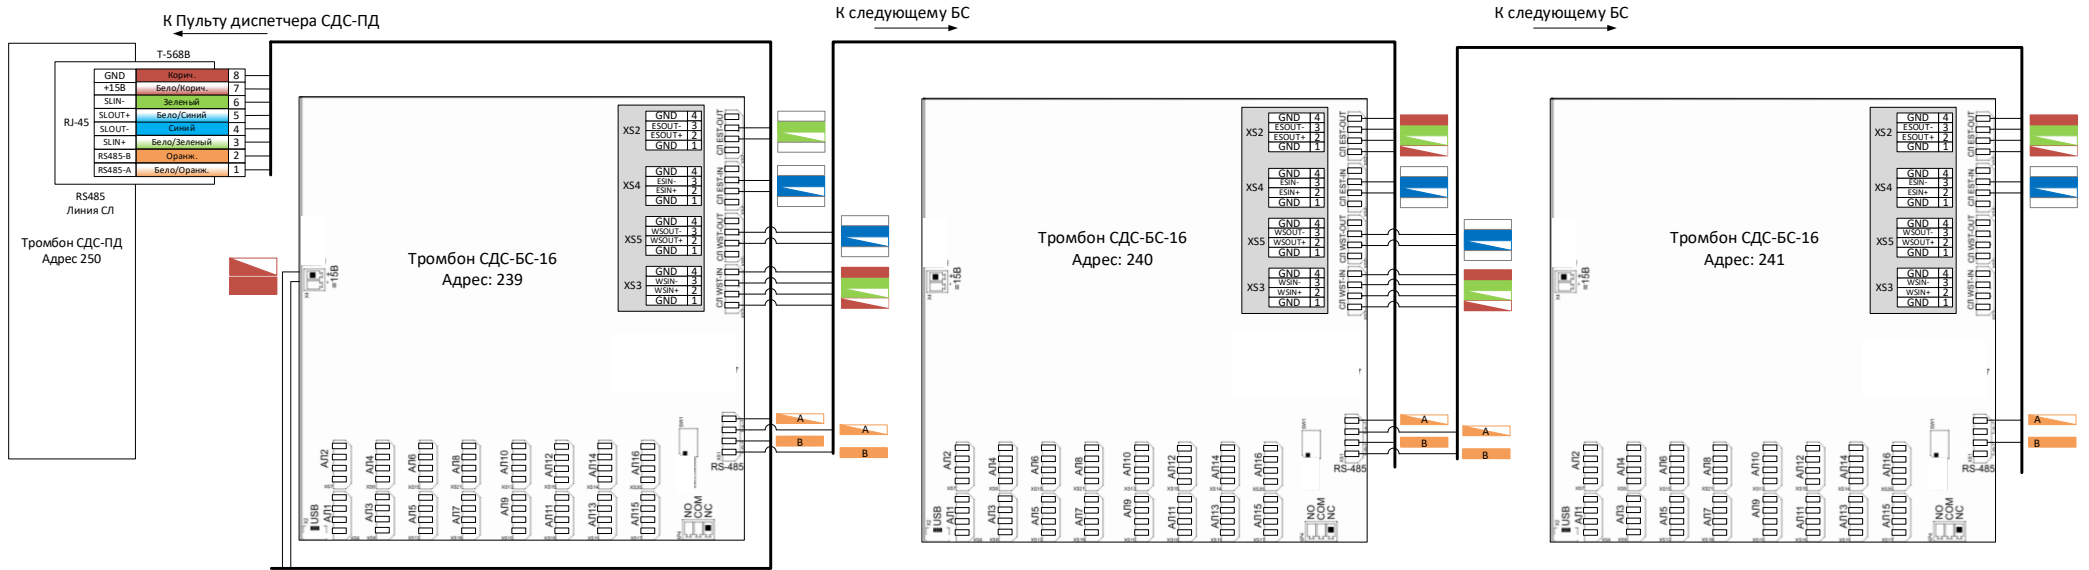

Рис. 4
4. Подключение СЛ выполнить в соответствии со схемой на рис. 4.